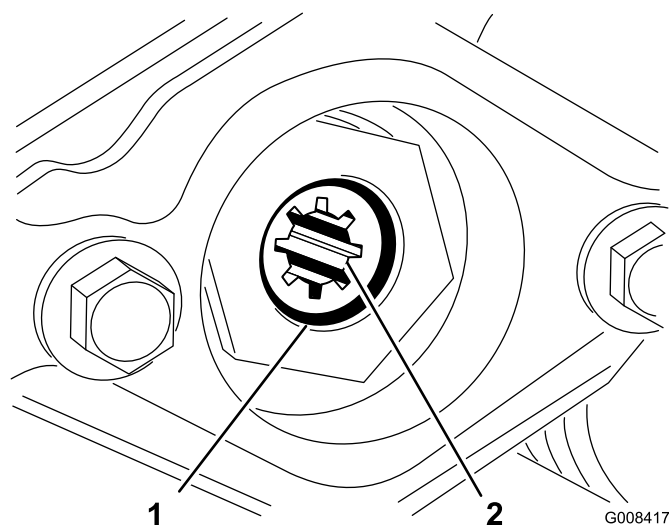

Bild 15
1. Motorbefestigung 3. Inbusschraube (2)
- D. Nehmen Sie den Sprengring ab, mit dem die Antriebskupplung im Spindelrohr befestigt ist (Bild 15). Nehmen Sie die Antriebskupplung ab.